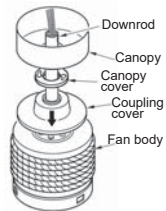

Fig.8
Paso 4. Deslice la cubierta de acoplamiento, la cubierta del florón y el florón en la tija. Vuelva a instalar con cuidado la bola de suspensión en la tija asegurándose de que el pasador transversal está en la posición correcta, los tornillos de fijación están apretados y los cables no están retorcidos. (Fig. 8)